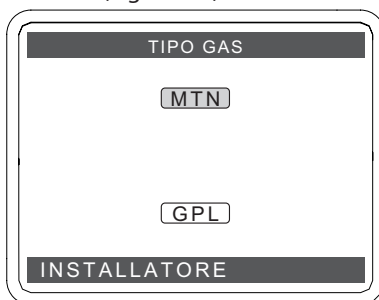

Figura 8.3
- Premere il tasto (✓) per entrare nel campo selezionato (Figura 8.3) e premere il tasto (↵) o (↶) per selezionare il campo desiderato (Figura 8.4).